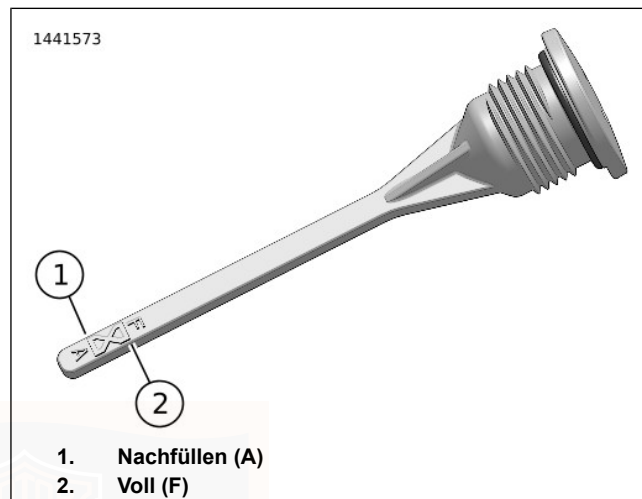

Abbildung 90. Getriebebeschmiermittelstand
4. Siehe Abbildung 90. Einfüllverschlussstopfen/Ölmessstab entfernen. Den Schmiermittelstand auf dem Ölmessstab prüfen. Der richtige Ölstand liegt zwischen den Markierungen Add (A) (1) und Full (F) (2).
1. Siehe Abbildung 90. Den Getriebeeinfüllverschlussstopfen/Ölmesstab entfernen.
6. Den Schmiermittelstand prüfen. Ausreichend Schmiermittel zugeben, bis der Füllstand zwischen den Markierungen A (Hinzufügen) und F (Voll) liegt. Siehe Abbildung 90.